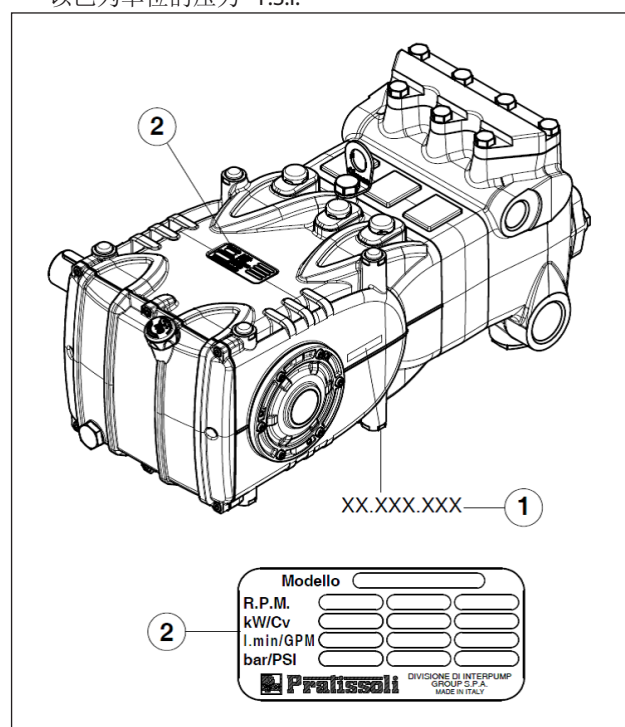

图1
每个泵均带有自己的系列号XX.XXX.XXX，请查看位置①以及识别标牌，请查看位置②图1的部位，上面标有：